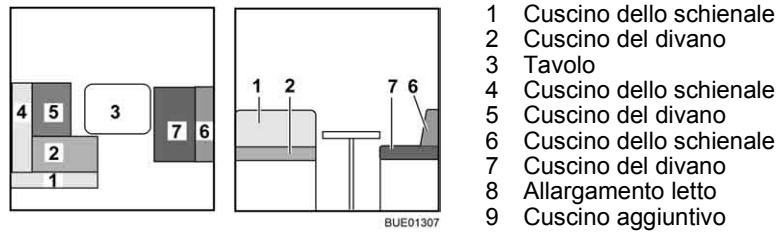

Fig. 153 Prima della trasformazione
- Trasformare il tavolo (Fig. 153,3) in struttura di supporto letto (vedi paragrafo 6.11).
- Rimuovere il cuscino dello schienale (Fig. 153,1) e riporlo.